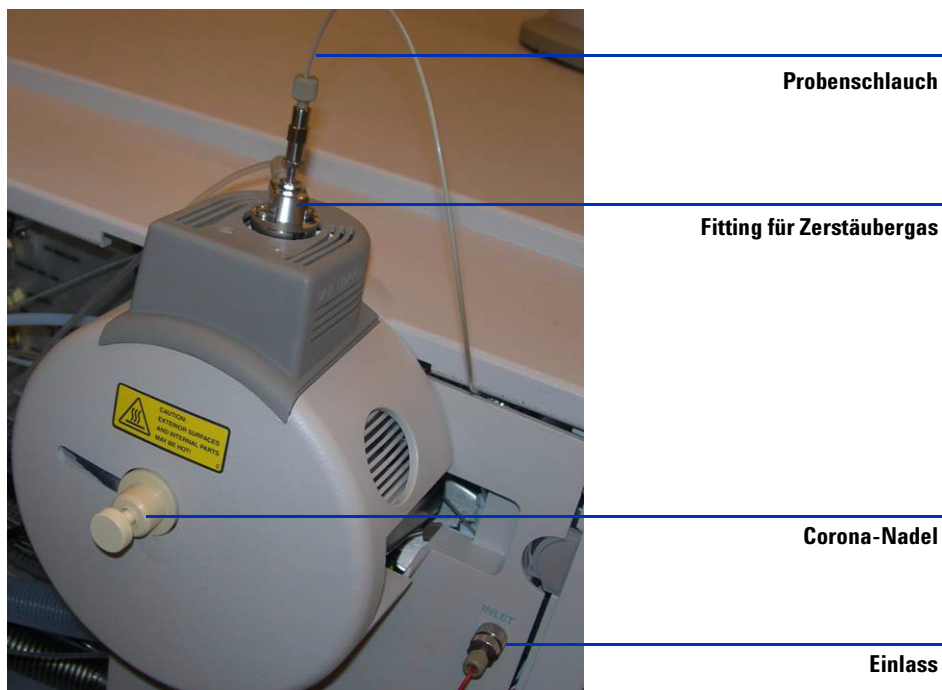

Abbildung 20 Zerstäuber, Stickstoffgas und Corona-Nadel installiert
- 3 Schließen Sie den LC/MS-Probenschlauch an das Null-Totvolumen-Fitting des Zerstäubers an. Siehe Abbildung 20.
- 4 Verbinden Sie den LC mit dem Einlassanschluss des TOF-Geräts. Verbinden Sie den LC-Schlauch nie direkt mit dem Zerstäuber. Siehe Abbildung 20.